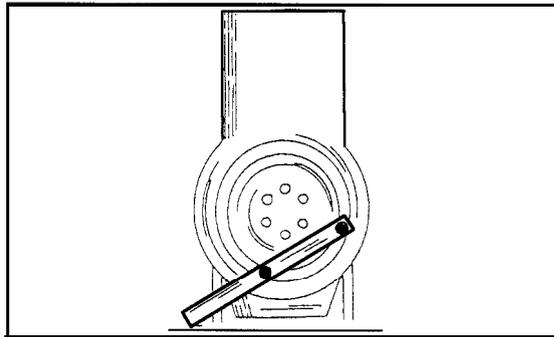

Bild 132
- Schwungrad in geeigneter Weise gehalten und die Kupplungsschrauben gleichmässig über Kreuz lösen. Die Schrauben lassen sich auch meistens mit einem abgewinkelten Inbusschlüssel lösen, ohne das Schwungrad gegenzuhalten. Dazu den Schlüssel im rechten Winkel aufsetzen, eine Verlängerung auf das Ende des Schlüssels aufstecken und mit der Hand auf das Ende des Schlüssels schlagen. Durch die Schlagwirkung lösen sich die Schrauben in den meisten Fällen. Zum Gegenhalten des Schwungrades kann man ein Stück Flacheisen an zwei Stellen bohren und mit den Kupplungsschrauben am Schwungrad befestigen, wie man es in Bild 132 sehen kann. Den Motor gut abstützen und die Schrauben des Schwungrades der Reihe nach lösen. Vor dem Abbau der Kupplung mit einem Körner in die Druckplatte und das Schwungrad schlagen, um die Teile miteinander zu zeichnen. Von der Vorderseite des Motors die Schraube der Kurbelwellenriemenscheibe lösen, solange man das Schwungrad gegenhalten kann. Eine Antriebsscheibe eines automatischen Getriebes in gleicher Weise lösen.